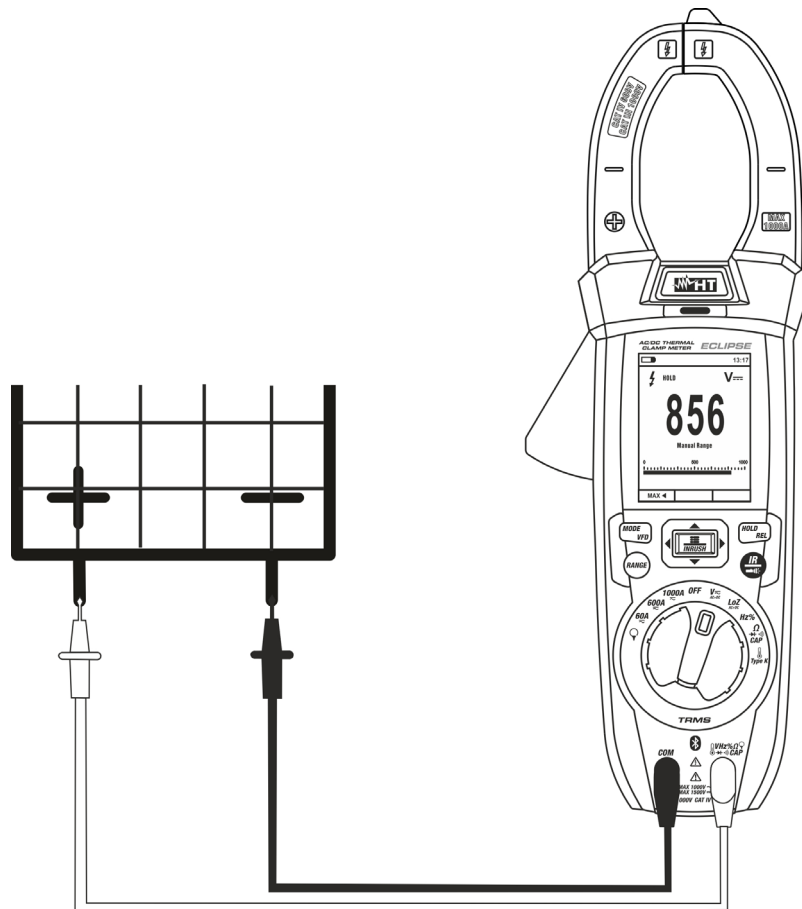

Abb. 23: Verwendung des Geräts zur Messung von DC Spannung
4. Verbinden Sie die rote Messleitung und die schwarze Messleitung mit dem jeweils positiven und negativen Potenzial des zu messenden Kreises (siehe Abb. 23). Der Spannungswert erscheint auf dem Display.
6. Das Symbol "-" auf dem Display des Geräts gibt an, dass die Spannung die umgekehrte Richtung mit Bezug auf den Anschluss in Abb. 23 hat.